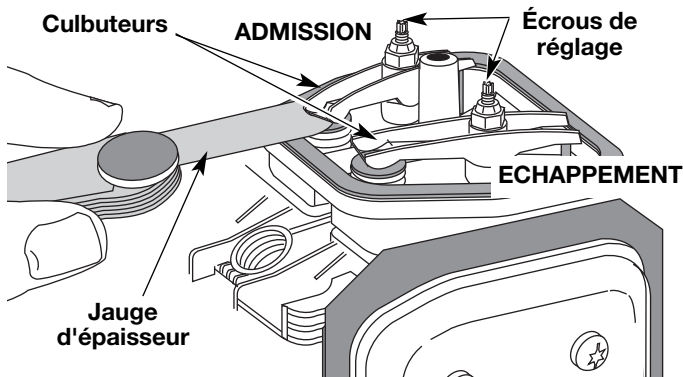

Fig. 38
9. Glissez la jauge d'épaisseur entre le culbuteur et le ressort de rappel de la soupape. Mesurez le jeu entre la tige de soupape et le culbuteur (Fig. 38). Faites-le pour les soupapes d'admission et d'échappement.
LL'écart de jeu recommandé pour l'admission et l'échappement est de 0,076 – 0,152 mm (0,003 – 0,006 po). Servez-vous d'une jauge d'épaisseur d'automobile standard de 0,127 mm (0,005 po). La jauge d'épaisseur devrait pouvoir glisser entre le culbuteur et la tige de soupape en rencontrant une faible résistance mais sans coller (Fig. 38 et 39).
- a. Tournez l'écrou de réglage à l'aide d'une clé de 8 mm (5/16 po) ou d'un tournevis à embout hexagonal (Fig. 38).